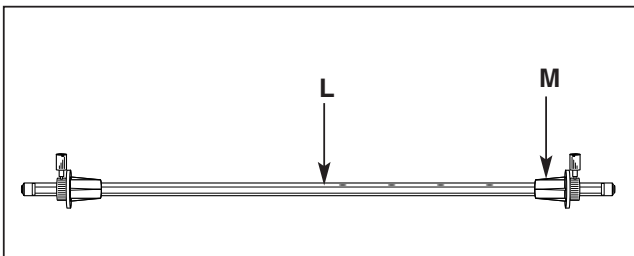

Figure 5
**L. FILM SHAFT:** The film shaft holds the supply roll and the adapters with locking collars hold the rolls of film on the shaft, (Figure 5).
**M. CORE ADAPTERS:** Align the film on the film shaft, (Figure 5) for various widths of roll film
**L. ARBRE DU FILM :** L'arbre du film retire le rouleau d'alimentation et les adaptateurs avec les colliers de verrouillage qui retiennent les rouleaux de film sur l'arbre. (Figure 5).
**M. ADAPTATEURS DU NOYAU :** Alignent le film sur l'arbre du film (Figure 5) pour diverses largeurs de rouleaux.
**P. ARRÊT AUTOMATIQUE :** Après deux heures d'inactivité de la plastifieuse, les réchauffeurs s'éteignent automatiquement. Pour réarmer, poussez l'interrupteur de courant à l'arrière de l'appareil à la position d'arrêt portant la mention "O" (OFF), puis revenez à la position marche portant la mention "I" (ON). Attendez jusqu'à ce que le "voyant prêt" s'allume et reprenne la plastification.